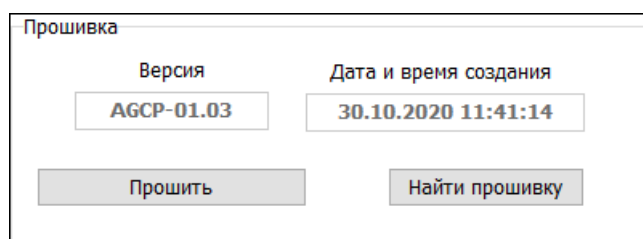

Рис.20. Чтение прошивки и загрузка прошивки в считыватель
- После загрузки файла прошивки станет доступна кнопка «Прошить» и появится информация о прошивке: версия, дата и время создания файла (**Рис.20**).